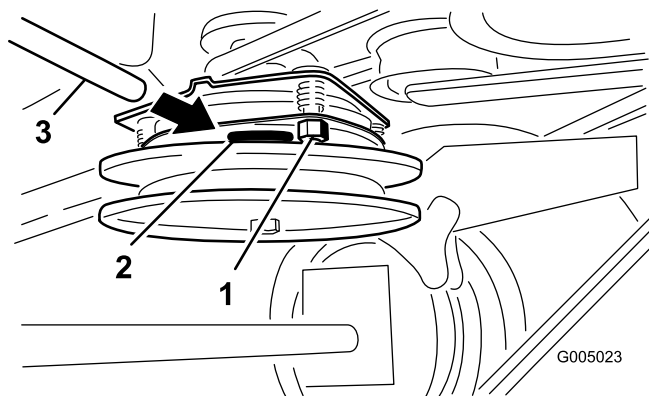

Figure 46
2. Serrez les contre-écrous jusqu'à ce la jauge d'épaisseur fléchisse légèrement mais puisse bouger facilement dans l'entrefer (Figure 46).